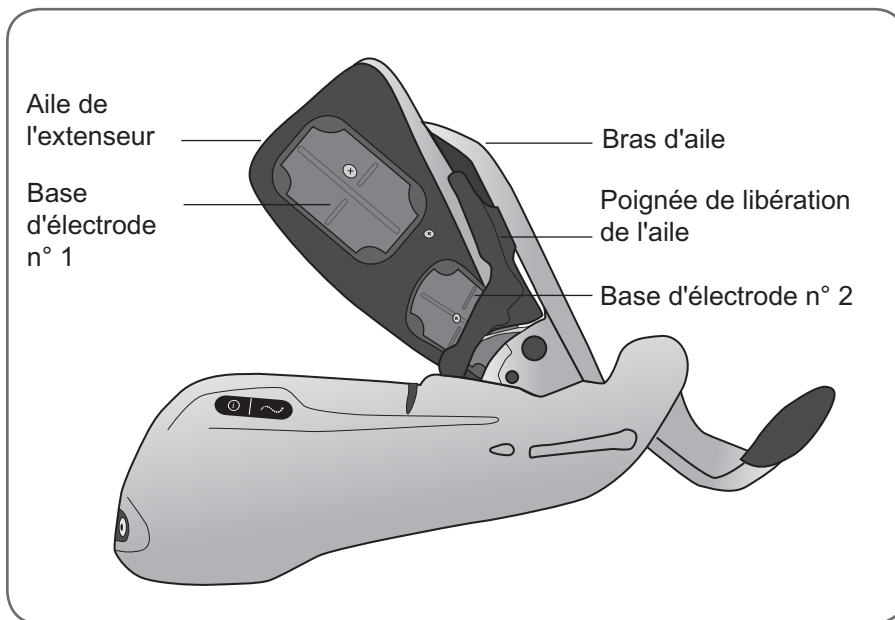

Figure 5-5 : Aile de l'extenseur de l'orthèse.
- Deux bases d'électrodes : n° 1 et n° 2. Reportez-vous à la Figure 5-5.